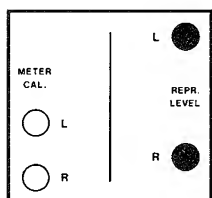

Fig. 9.11.
- Mit dem Regler REPR LEVEL L (Fig. 9.11.) eine Ausgangsspannung von 0,775 V einstellen.
- Mit dem Regler REPR LEVEL R (Fig. 9.11.) eine Ausgangsspannung von 0,775 V einstellen.
- With potentiometer REPR LEVEL L (fig. 9.11.) adjust to an output level of 0.775 V.
- With potentiometer REPR LEVEL R (fig. 9.11.) adjust to an output level of 0.775 V.
- A l'aide du potentiomètre REPR LEVEL R (fig. 9.11.) ajustez la tension de sortie à 0,775 V.